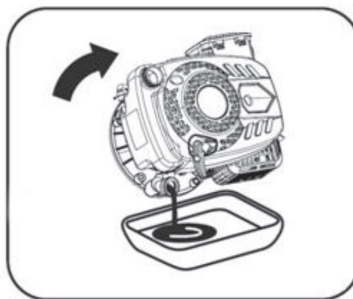

Рис.20
4. Наклоните газонокосилку на бок и слейте отработанное масло из картера двигателя через маслоналивную горловину в заранее подготовленную емкость (рис. 20).